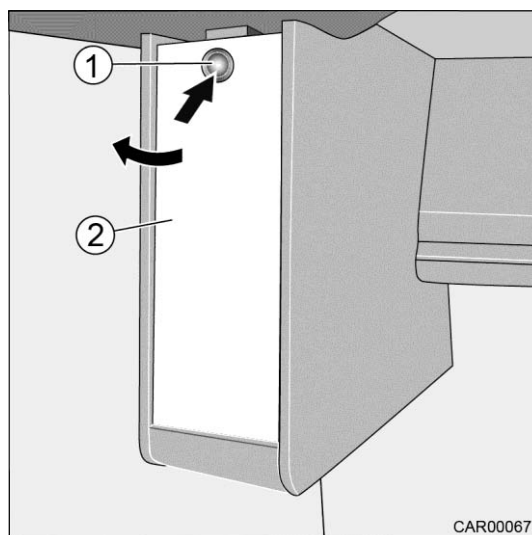

Fig. 132 Système coulissant de l'écran TV dans la chambre
1. Ouvrir la fermeture push-lock (Fig. 132/1).
2. Ouvrir le volet (Fig. 132/2).